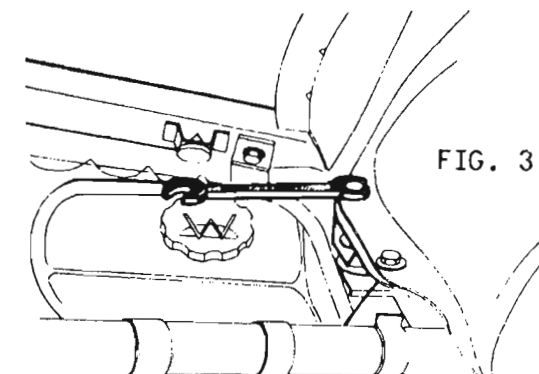

FIG. 3
- 2 à l'arrière accessible en soulevant la selle (clé de 11 mm) fig.3